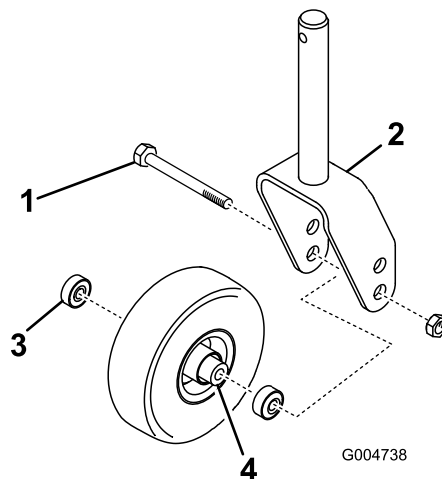

Figure 28
2. Enlevez le roulement du moyeu de la roue et laissez tomber l'entretoise à l'extérieur (Figure 28). Enlevez le roulement de l'autre côté du moyeu.
1. Enlevez le contre-écrou du boulon qui fixe la roue pivotante à la chape (Figure 28). Maintenez la roue pivotante et sortez le boulon de la fourche ou du bras pivotant.